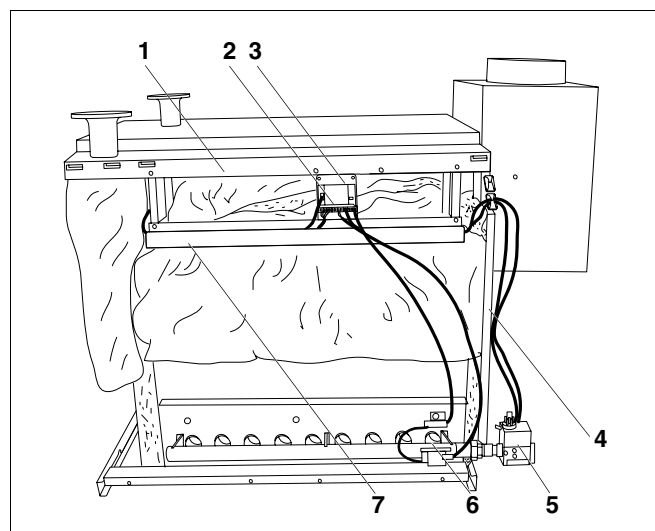

Fig. 68 Coffret de contrôle G111W
- Fixer les supports en tôle (fig.68, **pos.3**) avec 2 vis aux capots latéraux de chaudière (fig.68, **pos.1**).
- Réaliser les liaisons selon schéma entre les coffrets de contrôle (fig.68, **pos.2**), les blocs gaz (fig.68, **pos.5**), les transfo d'allumage (fig.68, **pos.6**) et les électrodes de surveillance.
- Réaliser les liaisons selon schéma entre les coffrets de contrôle (fig.68, **pos.2**), l'appareil de régulation et le coffret électrique supplémentaire.
- Les câbles allant des coffrets de contrôle (fig.68, **pos.2**) à l'appareil de régulation sont posés dans les chemins de câbles (fig.68, **pos.7**) en passant par l'ouverture dans le capot avant de chaudière.
- les câbles entre les blocs gaz (fig.68, **pos.5**) et les coffrets de contrôle (fig.68, **pos.2**) sont fixés par des serre-câbles (fig.68, **pos.4**) à la paroi arrière, et posés dans les chemins de câbles (fig.68, **pos.7**).
Légende pour fig. 68